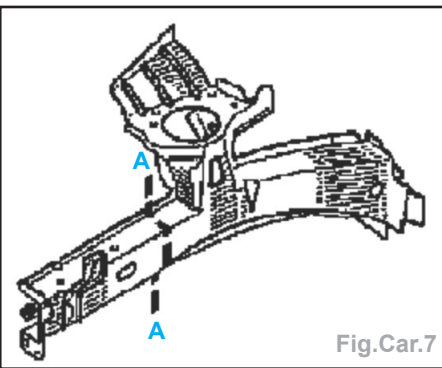

Fig.Car.7
- partielle (suivant la coupe A-A) (Fig. Car.7),